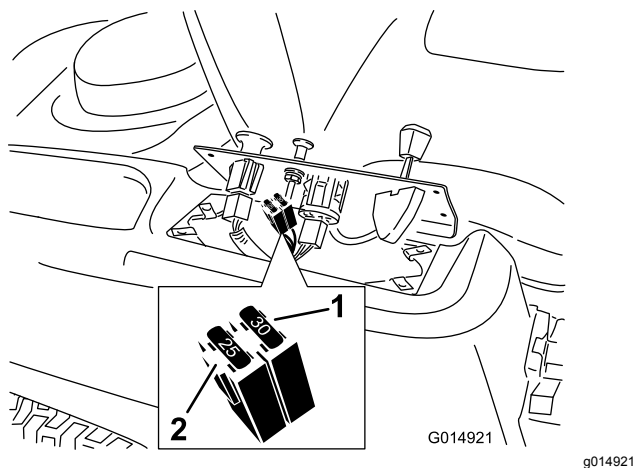

Figura 55
2. Sollevate la plancia per accedere al cablaggio preassemblato principale e al portafusibili (Figura 55).
3. Per sostituire un fusibile, tiratelo ed estraetelo dall'attacco (Figura 55).